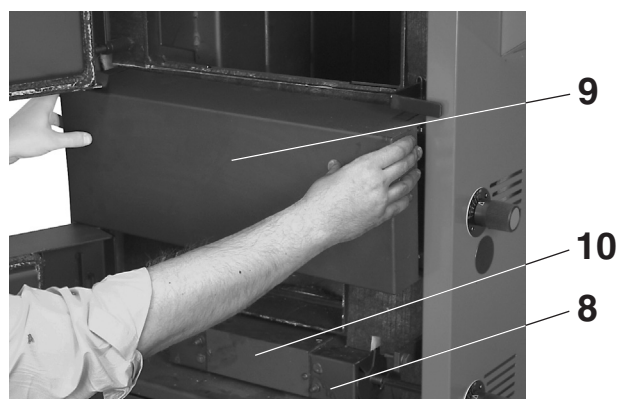
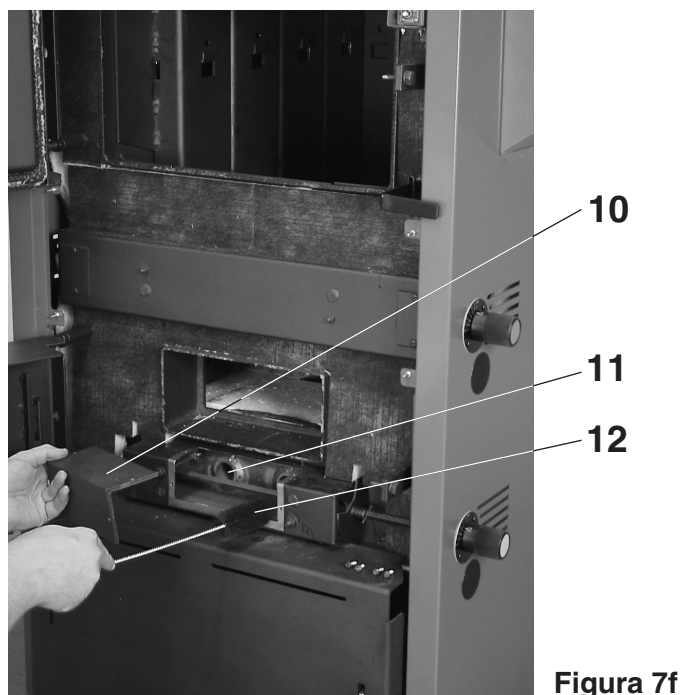

Figura 7e
Figura 7f
4. Sulla pietra di fondo pulire con aspirapolvere la zona sotto la griglia. In particolare prestare attenzione che i due accessi per l'aria sulla pietra di fondo tra la cassetta per l'aria (8, figura 7e) e la griglia siano puliti.
Se non è disponibile un aspirapolvere: estrarre in avanti il rivestimento frontale (9, figura 7e).
Svitare il coperchio (10, figura 7e e 7f) nella cassetta dell'aria. Pulire completamente i due accessi dell'aria (11, figura 7f) con spazzola rotonda (12, figura 7f). Riportare i residui nella camera di combustione attraverso l'ugello della camera di combustione (confronta pagina 7, figura 2, numero 9). Inserire nuovamente la griglia e il coperchio della cassetta dell'aria e applicare nuovamente il rivestimento frontale (fessure in alto).